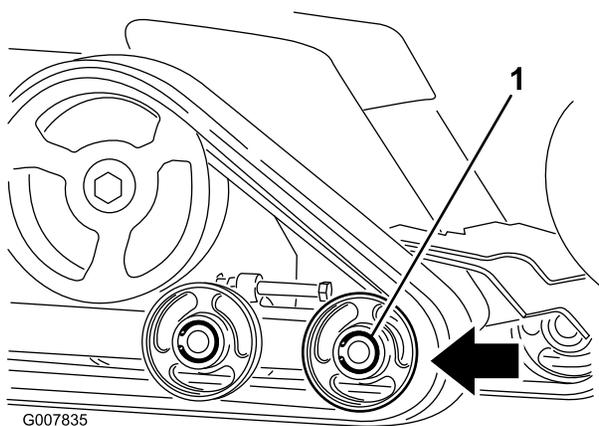

Рисунок 49
6. Отожмите передний опорный каток назад до упора (Рисунок 49).
8. Когда гусеница будет снята с катка, уберите ее от машины (Рисунок 49).
9. Начиная с ведущей звездочки, проложите вокруг нее новую гусеницу, убедившись в том, что выступы на гусенице входят в зазоры между проставками на звездочке (Рисунок 49).
10. Протолкните гусеницу под задний и средний опорные катки и между ними (Рисунок 49).